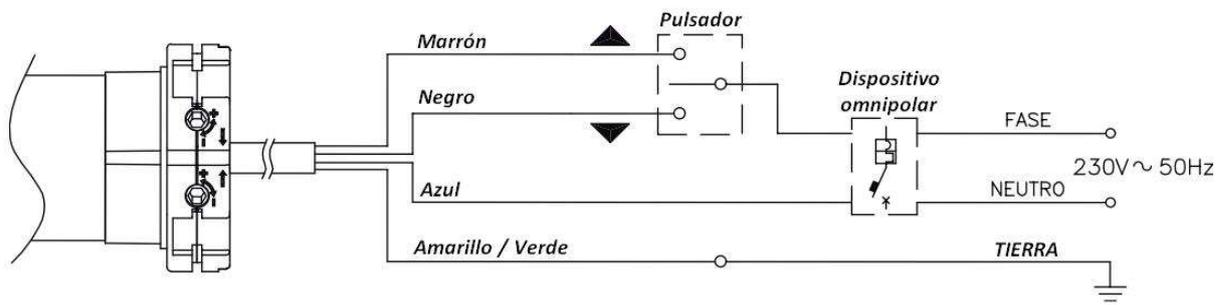

FIG.4
- D)** Antes de enganchar la tela al rodillo realizar la conexión eléctrica como se muestra en la fig. 4.
- E)** Presionar el pulsador de subida y bajada para comprobar la rotación del rodillo en la recogida y/o como se desenrolla la tela (en caso contrario invertir los cables negro y marrón). A este punto, presionar el pulsador de bajada hasta la completa parada de la rotación del rodillo. Enganchar la tela al rodillo y presionar el pulsador de subida hasta que se pare la tela. Proceder entonces con la regulación del final de recorrido a través del reglador (8).